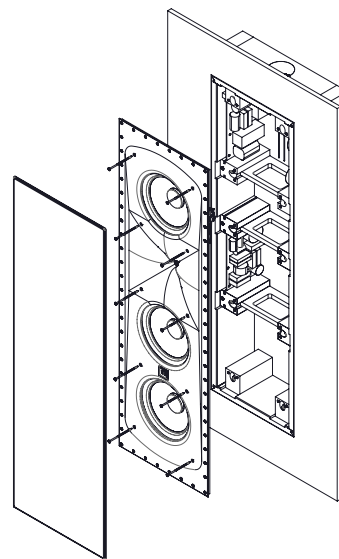

Abbildung 18
4. Befestigen Sie die Schallwand an der rückseitigen Box mit den 10 mitgelieferten Schrauben (Abbildung 18). Beginnen Sie mit dem Festziehen der mittleren Befestigungsschrauben.